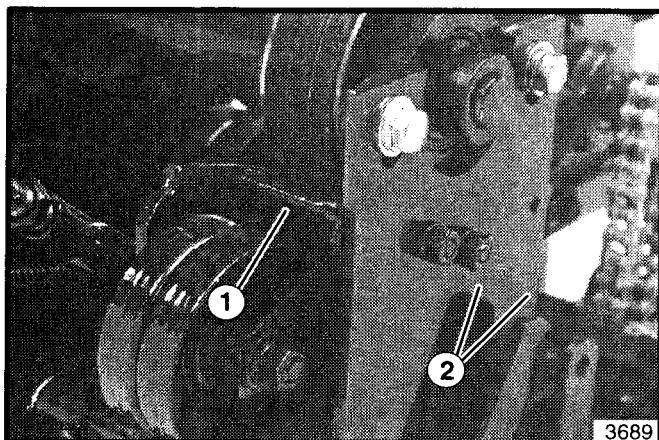

Abbildung 23. Einstellung des Riemenanschlages
17. Spindeltriebskupplung einrücken. Den Abstand von der Spannscheibe zum an der Anbauplate montierten Riemenanschlag prüfen. Der Abstand muß mindestens 2 mm betragen. Bei Bedarf den Riemenanschlag lösen und neu positionieren (siehe Abbildung 23). Befestigungsteile anziehen